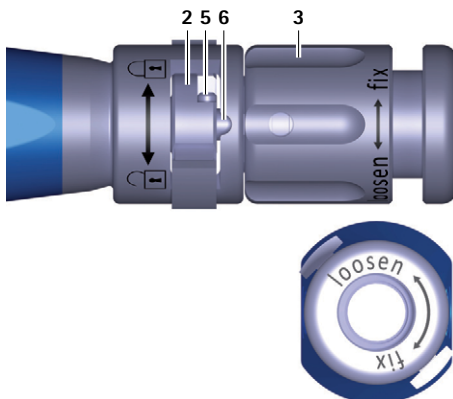

Fig. 1 Närbild av insättningsinstrumentet med öppen omkopplare
- Vrid vridmuttern **3** på insättningsinstrumentet **A** moturs (riktning "loosen") så att stängen **6** skjuts framåt, se Fig. 1.
- Vrid omkopplaren 2 åt vänster (riktning ) , se Fig. 1.
- Vrid omkopplaren **2** åt vänster (riktning ) se Fig. 1.
- ▶ Kontrollera positionen för fastkoppling av insättningsinstrumentet **A**, se Fig. 1.
- ▶ Vrid omkopplaren **2** åt vänster (riktning ) , se Fig. 1.
- ▶ Vrid vridmuttern **3** moturs (riktning "loosen") så att stången **6** skjuts framåt, se Fig. 1.